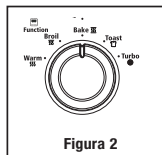

Figura 2
- Perilla selectora de función** - Seleccione la función de cocción girando la perilla a la graduación deseada. (Ver la Figura 2)